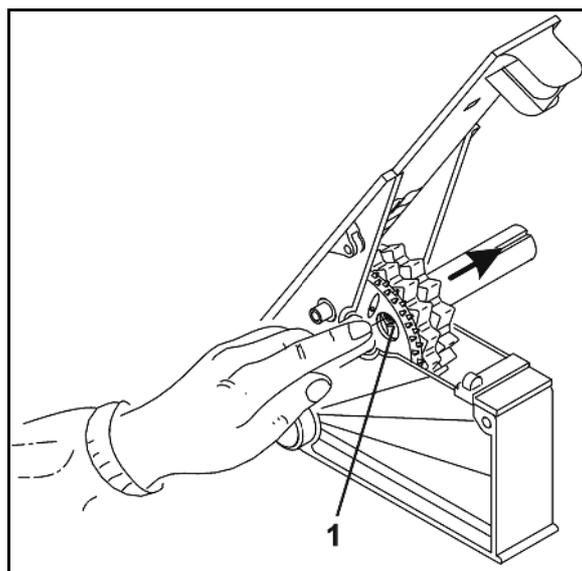

Fig. 31
1. actionnez le levier du variateur le nombre de fois nécessaire pour qu'apparaissent les perçages (Fig. 31/1) pratiqués dans les roues fines graines.